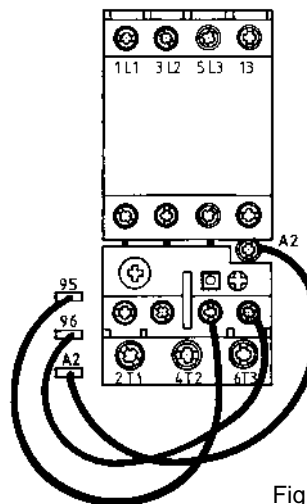

Fig. 5
- Fixer le relais thermique sur le contacteur de puissance (fig. 5).
- Raccorder les fils repérés 95 et 96 sur les bornes correspondantes du relais conformément aux schémas ci-dessous (fig. 5).